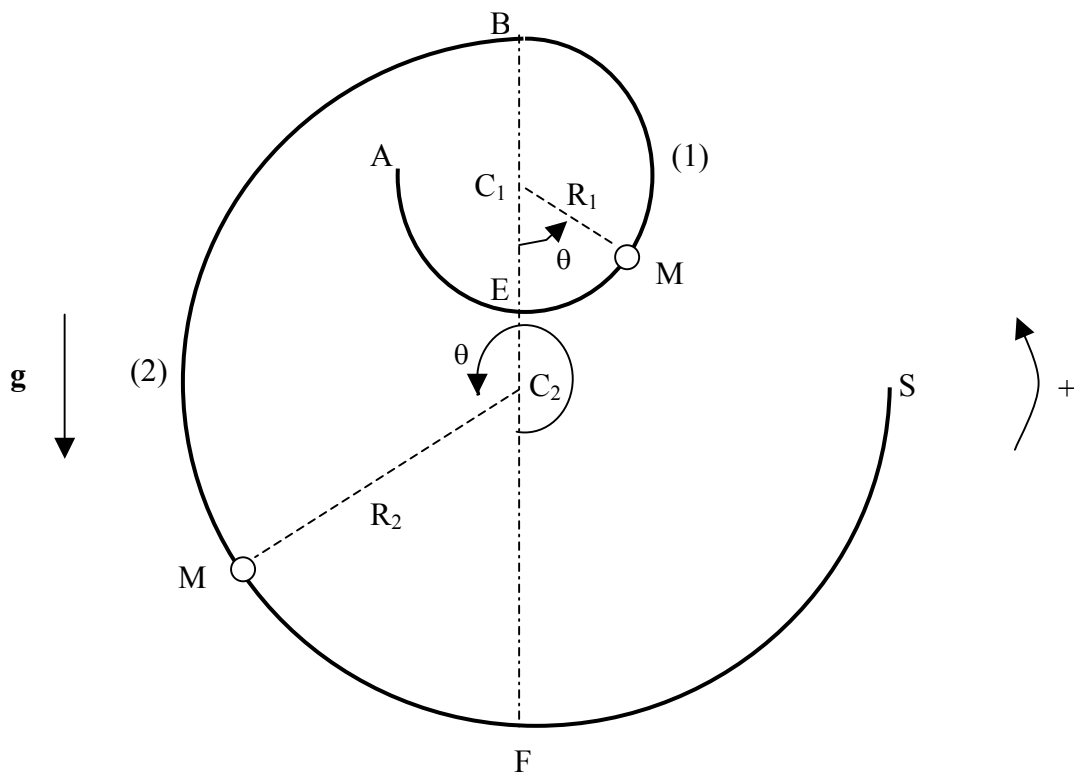

Figure 3
On considère le dispositif de la figure 3, où un anneau assimilable à un point matériel  $M$  de masse  $m$  se déplace solidairement à une piste fixe formée de deux parties circulaires (1) et (2) de rayon  $R_1$  et  $R_2$ , de centre  $C_1$  et  $C_2$ , dans un plan vertical. On supposera  $R_2 > R_1$ .